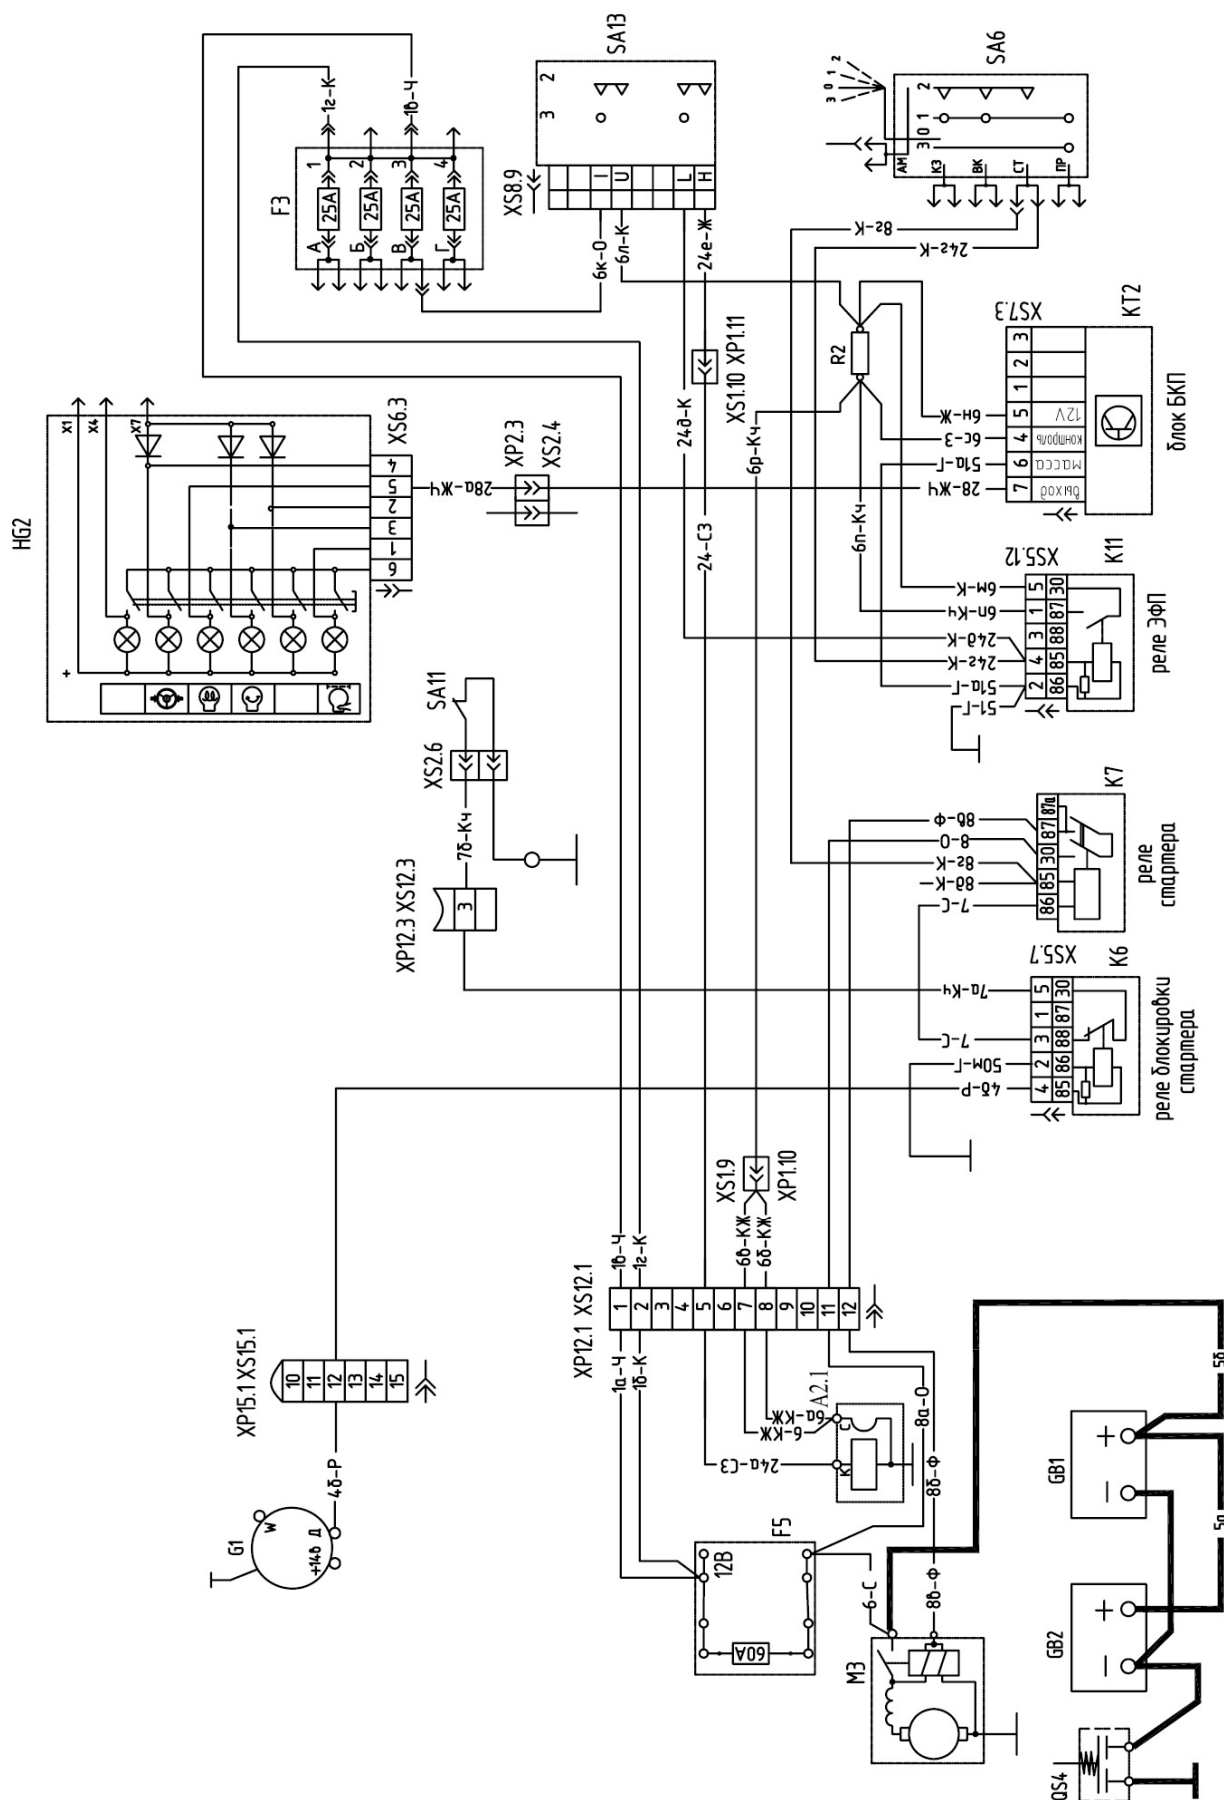

Рис.12-6 Система пуска 12В, средства облегчения запуска ЭФ (1025/1025.2)
12.6 Возможные неисправности в системе электрофакельного подогревателя (рис. 12-6).